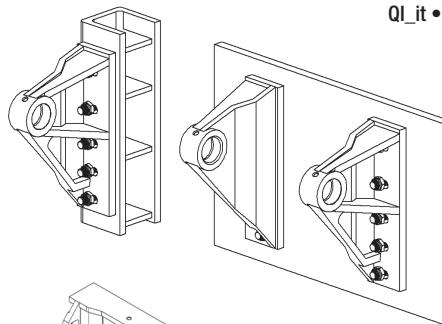

Fig. 1
- Utilizzare un profilo di rinforzo o una piastra rigida per montare i supporti superiori. (Fig. 1).